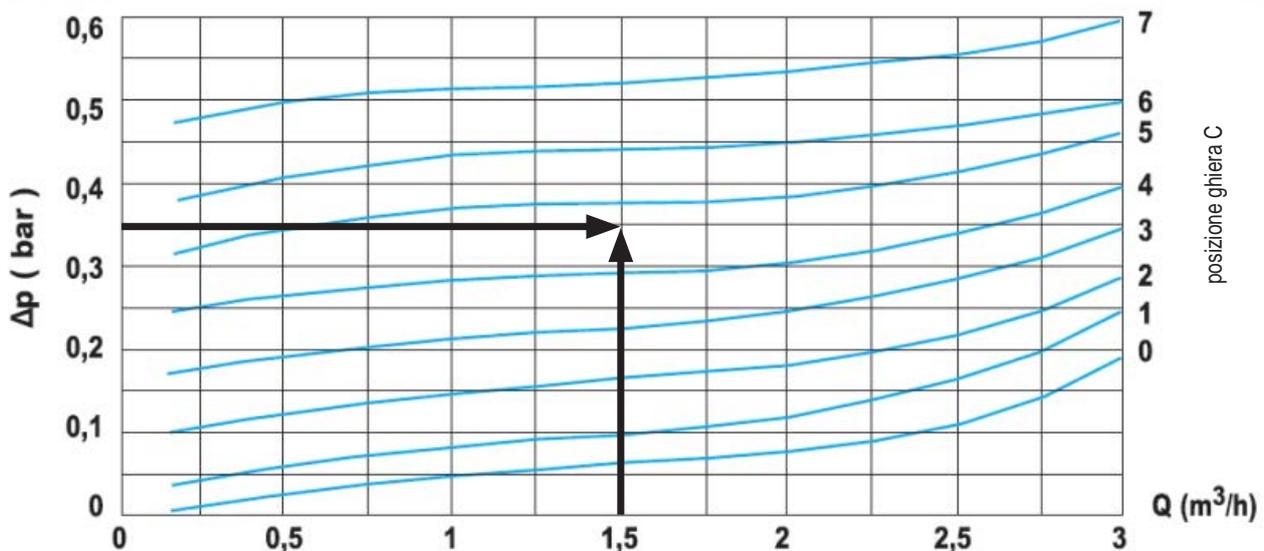

fig. 84 -
- Taratura scelta: su nr. 5 (vedi diagramma "fig. 84 -")